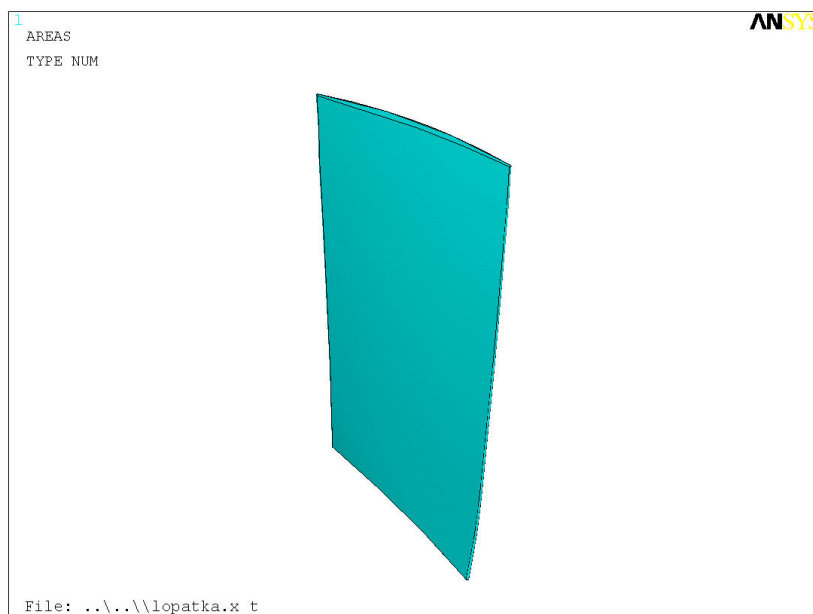

Рис. 8.4. Объемы пера лопатки
- 7) Аналогично создайте объемы срединной части пера и выходной кромки (рис. 8.4) ;